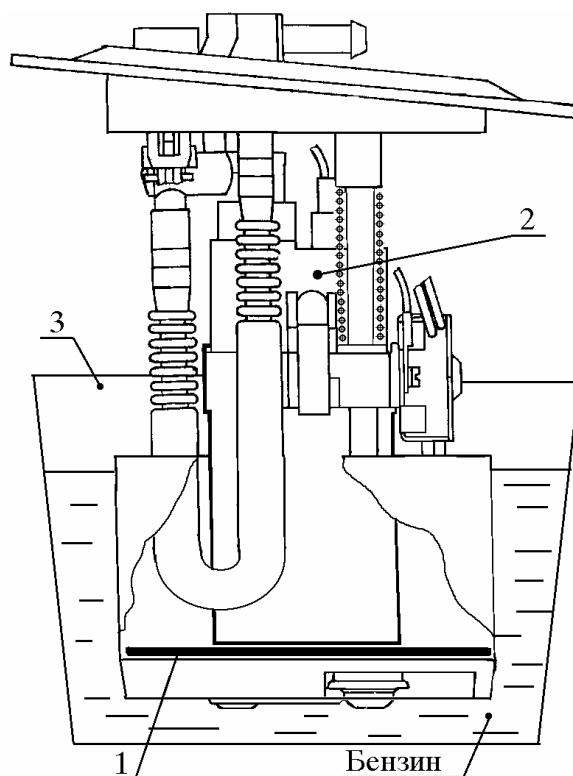

Рис. 6. Мойка фильтра модуля:
6.1. Промыть (рис. 6) фильтр 1, методом окунания модуля 2 в технологическую емкость 3 с бензином. Продуть и просушить сжатым воздухом.